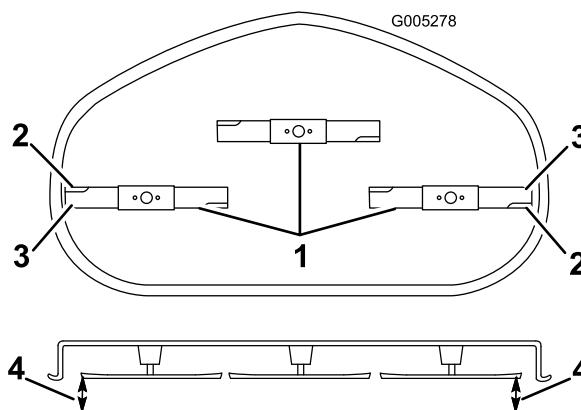

Figura 41
5. Gire cuidadosamente la(s) cuchilla(s) colocándola(s) perpendicularmente al sentido de avance de la máquina (Figura 41).
6. Mida entre los bordes de corte exteriores y la superficie plana (Figura 41). Si hay una diferencia de más de 5 mm entre ambas dimensiones, se requiere un ajuste; siga con este procedimiento.